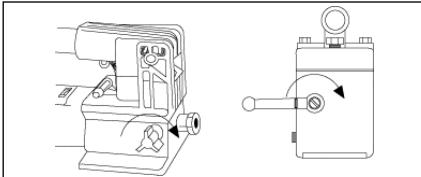

Figura 6
- Feche a válvula de alívio girando-a no sentido horário como mostrado na Figura 6.